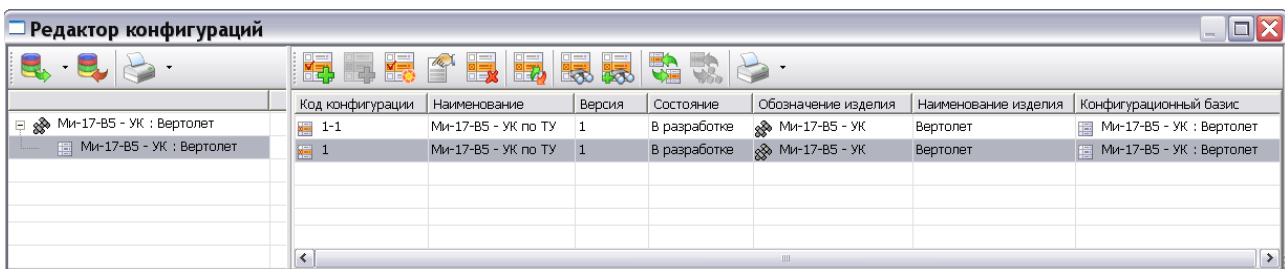

Рис. 52
4. После подтверждения ввода параметров произойдет возврат в окно **Редактор конфигураций**. Параметры созданной конфигурации отобразятся в правом окне редактора (Рис. 52).
В таблице параметров конфигураций в столбце «Состояние» показано текущее состояние конфигурации изделия, в рассматриваемом примере - «В разработке» (Рис. 52). Для изменения состояния конфигурации выделите строку с её параметрами и на инструментальной панели правого окна нажмите на кнопку **Изменить состояние**